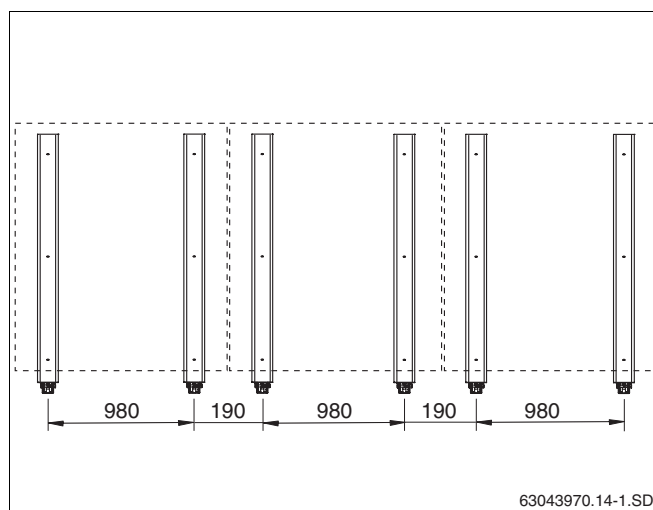

Fig. 25 Modelo para forças máximas, 3 colectores verticais
5.2.2 Modelo para forças máximas (acessório, fig. 25)